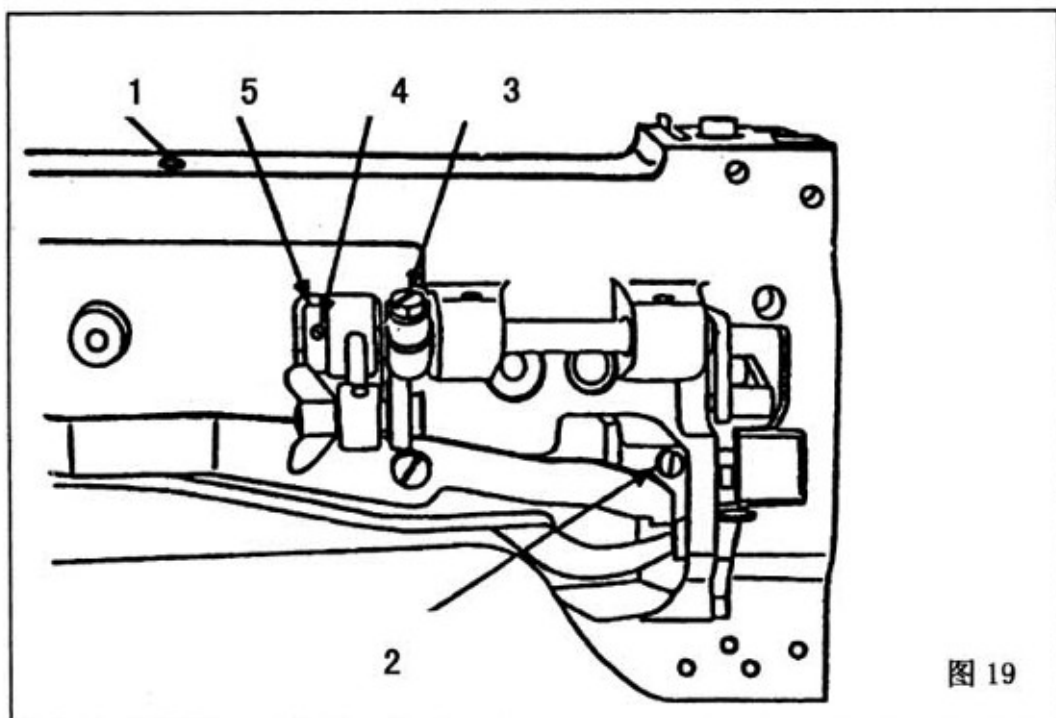

图 19
17、调整压脚高度 (图 19)
18、调整内压脚和机针、送布牙之间的运动关系 (图 19)